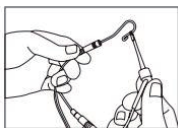

图 11
c) 将钳夹与唇钩接触（图 11），显示屏上图标“APEX”闪烁，彩色刻度条被完全填充，同时伴随急促的响应声，说明连接正常，否则表明钳夹或测量线损坏，必须更换。
4.3.2 将连接好的锉夹与唇钩接触(图 11)，进行线路连接确认，锉夹或测量线正常后，可以开始测量。